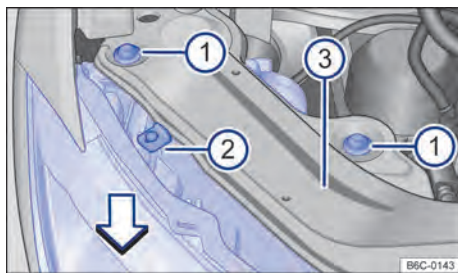

Fig. 133 En el vano motor: tornillos de fijación del faro delantero.
Retirar los tornillos de fijación → **fig. 133**  1 con ayuda de una llave torx.
– Mover el faro hacia delante, en la dirección de la flecha → **fig. 133**, hasta que los dos clics de la parte inferior se desacoplen y permitan el desmontaje del farol.
– Recolocar el faro cuidadosamente hasta que los dos clics inferiores se encastren y el tope superior → **fig. 133**  2 se apoye en el bloque soporte del faro .